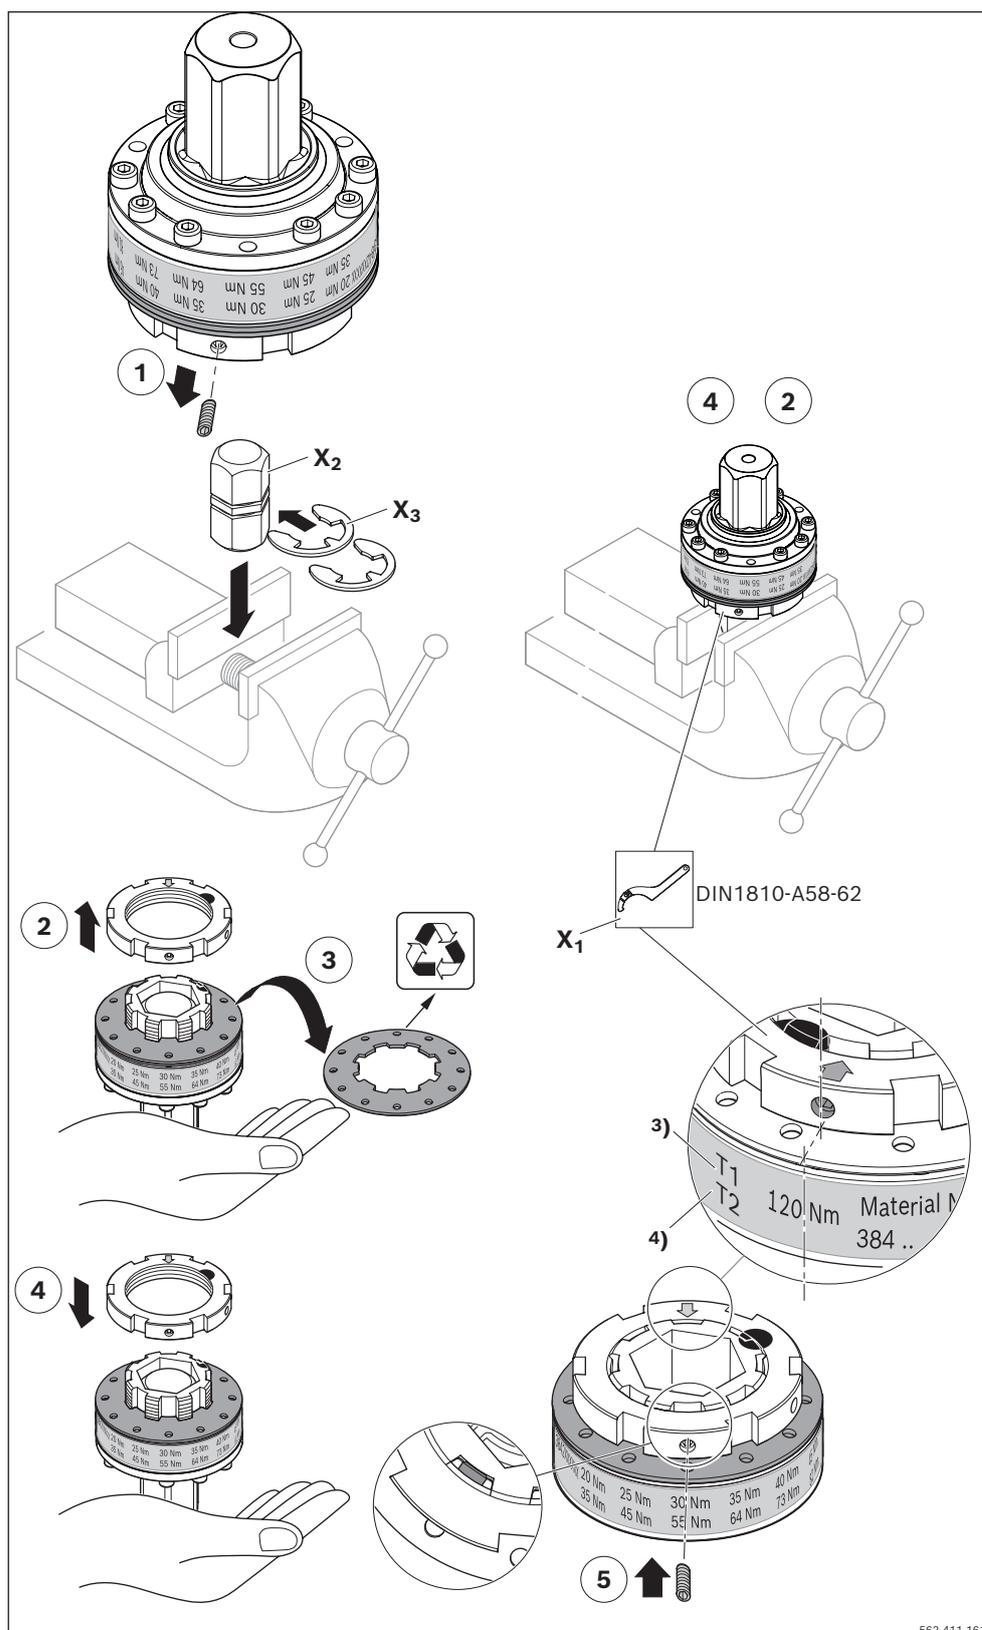

Fig. 181: Reforma del acoplamiento de seguridad
- ▶ Tener en cuenta los valores de conexión eléctrica presentes en la placa de características del motor (véase Fig. 181 en la página 190).